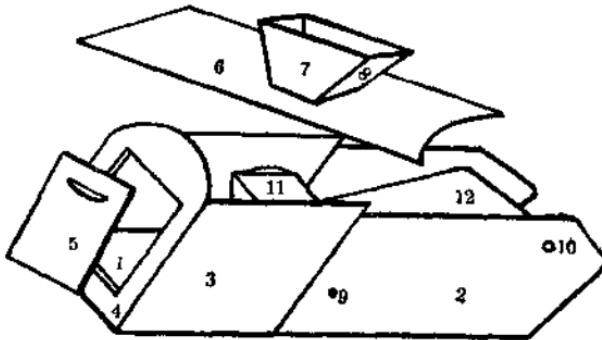

图 1
11. 把电动机装在从动轮下方，用细绳连接主动轮与从动轮作为传动。装电动机时要注意，主动轮、从动轮要在同一平面内，使传动不受阻滞。这样就装配成图1所示的模型脱粒机。
**制法：** 先从图 1 认识零件、部件名称，然后开始制作。